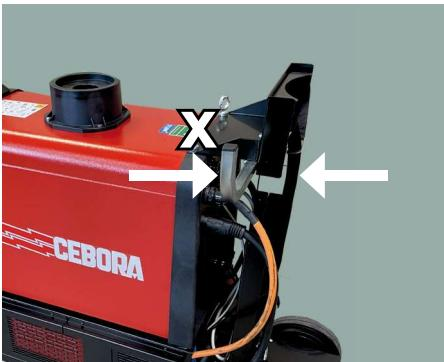
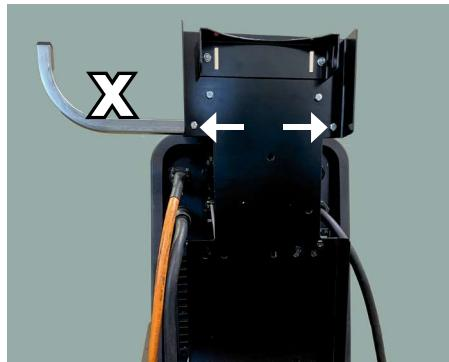

Fig. 3
Fig. 4
Smontare il porta-bombola (fig.3) ed il gancio porta connessione generatore carrello (X) (fig.4)
Remove the cylinder holder (fig.3) and the trolley power source connection holder hook (X) (fig.4)
Retire el soporte de la bombona (fig.3) y el gancho del soporte de conexión del generador-carro (X) (fig.4).